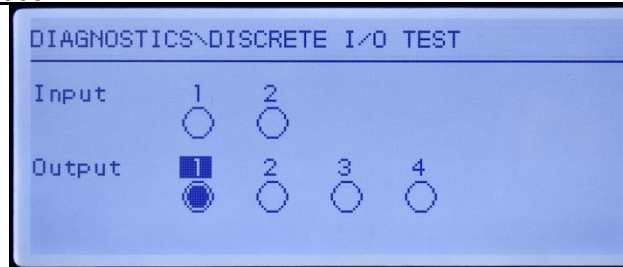

Abbildung 5-6: Bildschirm „Diskreter I/O-Test“, Ausgang 1 aktiv
- 3 Der Fokus für die Steuerung eines spezifischen Ausganges wird als Invertierung der Zahl über dem Ausgang angezeigt. Wenn sich ein Ausgang im Fokus befindet, wird durch Drücken der Navigationstaste AUF der Ausgang auf EIN gestellt. Ein kleiner, ausgefüllter Kreis wird angezeigt und weist darauf hin, dass der Ausgang auf EIN gestellt wurde. Dies ist in Abbildung 5-6 dargestellt.